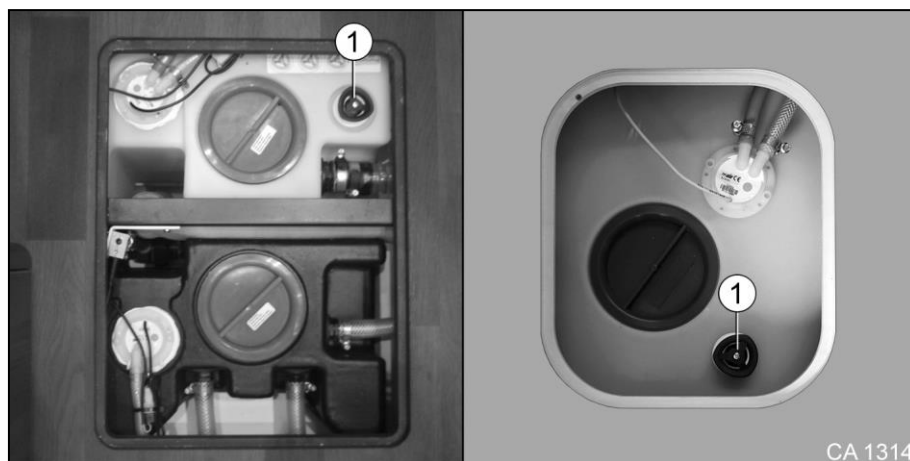

Fig. 137 Faire le plein du réservoir d'eau fraîche
2. Fermer le robinet de vidange du réservoir d'eau fraîche (Fig. 137/1).